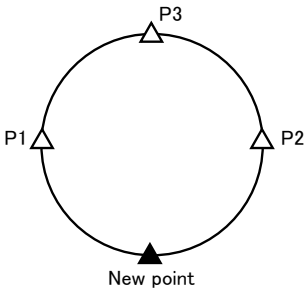

图 2
- 4) 当站点和三个以上已知点排列在同一个圆周上时 (如图 2), 精度会降低;